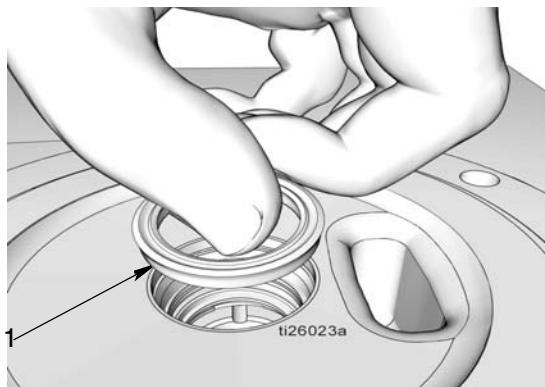

图 37
- h. 安装密封 (11)，唇口向上，如 图 37 所示。